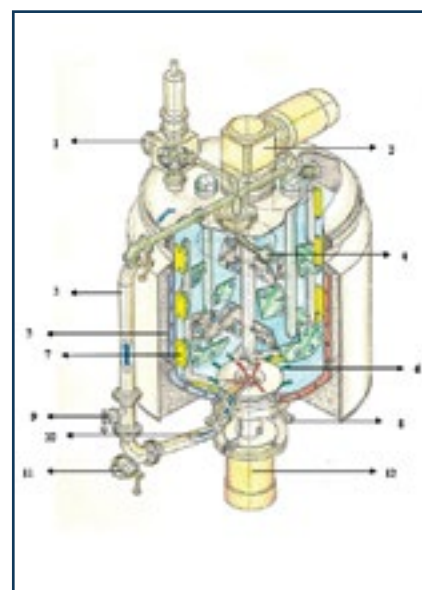

Рис. 3. Аппарат с вогнутым днищем рабочей камеры и сложным многоканальным корпусом донного гомогенизатора.
3. Аппараты с вогнутым днищем рабочей камеры и сложным многоканальным корпусом донного гомогенизатора (рис. 3).